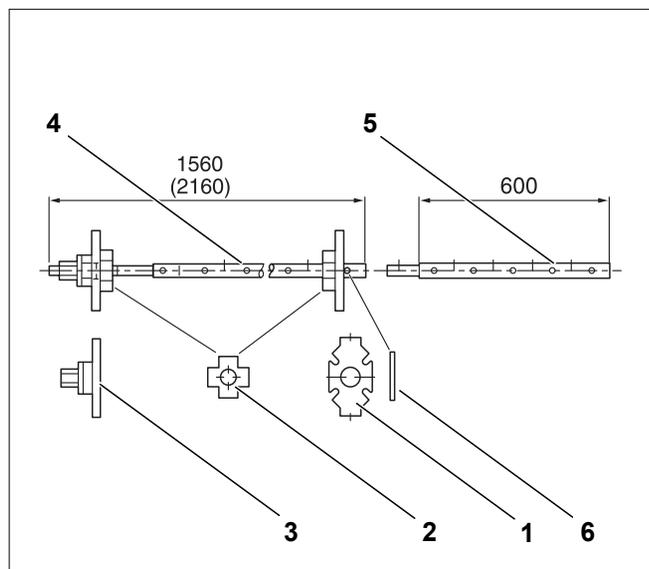
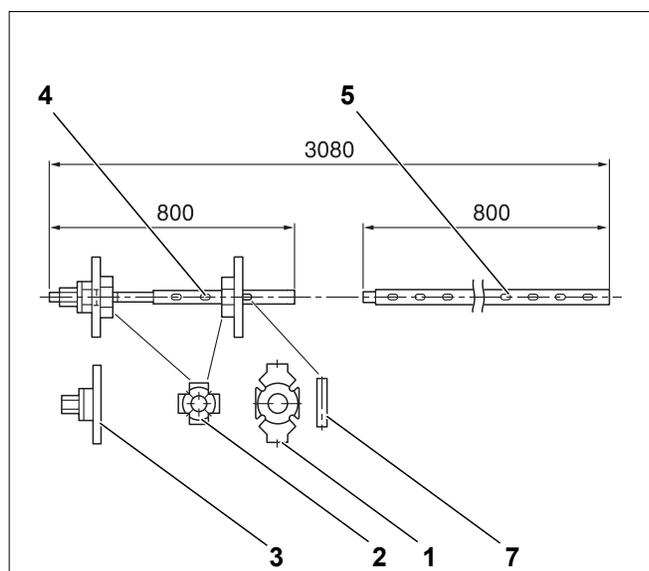
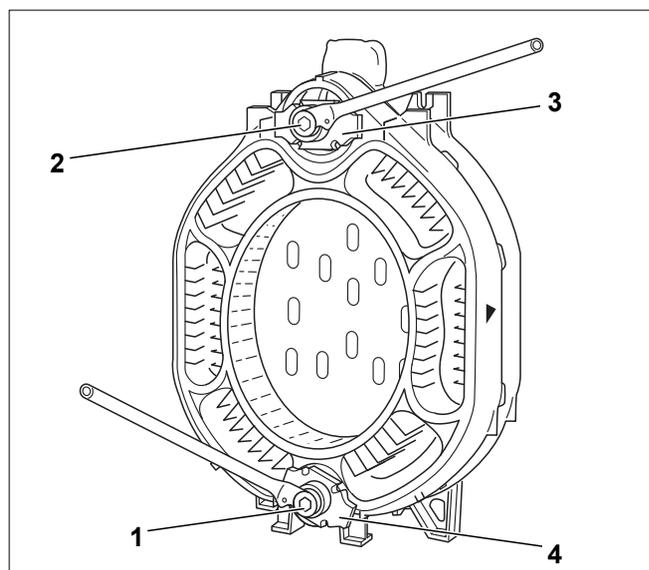

Рис. 1 Стяжной инструмент, размер 2.2
Рис. 2 Стяжной инструмент, размер 2.3
Рис. 14 Применение стяжного инструмента
- Стяжной инструмент 2.2 (рис.1) **или** 2.3 (рис.2)
Экспликация для (рис.1) и (рис.2):
Далее нужно стянуть собранную часть котла стяжным инструментом (рис. 14).
Можно применять стяжные инструменты только размера 2.2 или 2.3 (рис. 1 или рис. 2 и дёй. 14, [1] и [2]).
- ▶ Наденьте стяжные гайки (рис. 14, [3] и [4]) на штанги (рис. 1 или рис. 2, [4]).